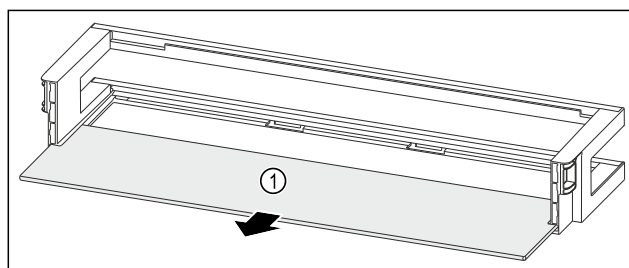

Fig. 197 Balconcino controporta con ripiano
- Rimuovere il ripiano Fig. 197 (1).